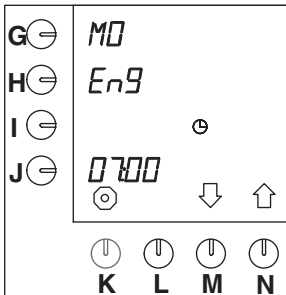

Fig. 41 Taalinstelling
- Na 10 seconden verschijnt knipperend de standaard instelling “EnG” naast de programmeertoets (fig. 41).